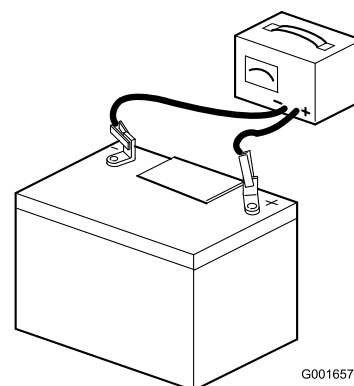

図 39
2. 充電器に接続し、充電電流を 3~4 A にセットする（図 39）。3~4 A で4~8時間充電する。